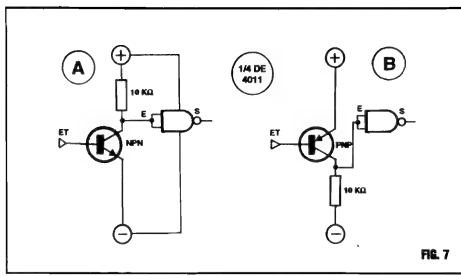

FIG. 7
- FIG. 7 - TEM UMA "RENCA" DE MANEIRAS DE EXCITAR UMA ENTRADA C.MOS... Sempre considerando a elevada impedância de Entrada, e a amplitude da gama de Tensões de alimentação dos Integrados C.MOS, configura-se uma enorme versatilidade ou "universalidade" dos blocos digitais (gates ou outros...) dessa tecnologia! Assim, é muito fácil excitar corretamente uma Entrada C.MOS digital, a partir de arranjos simples e diretos, baseados em inúmeros componentes discretos comuns, ou mesmo Integrados de outras tecnologias... Nos dois diagramas da figura temos alguns exemplos "clássicos" de como excitar "digitalmente" uma Entrada C.MOS através de um transistor bipolar qualquer, e cujo comando - como se vê - poderá ser feito através do seu terminal de **base**, como é convencional (Vocês já aprenderam isso...). No caso 7-A, en-